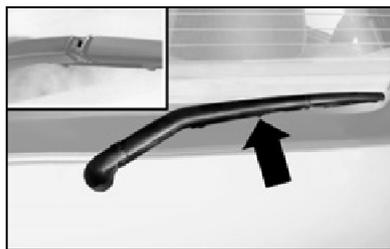

fig. 16
Substituição da palheta do limpador do vidro traseiro fig. 16
- 1) Para retirar a palheta basta apertar a trava indicada **fig. 16**.